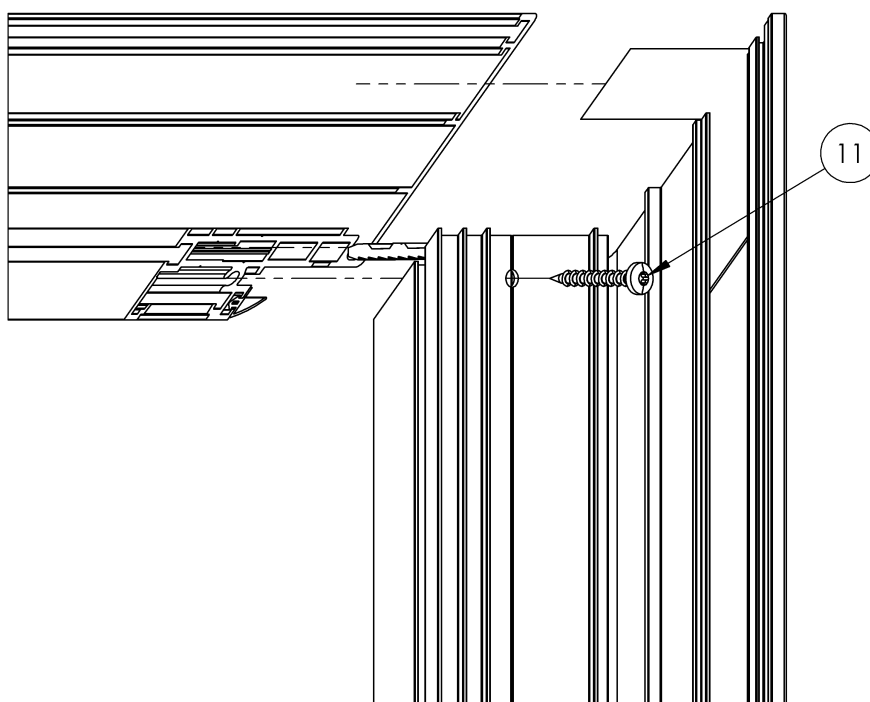

Figure 3
4. Assemblez le dormant avec les vis (rep. 11) et ajuster les joints (Fig. 3).